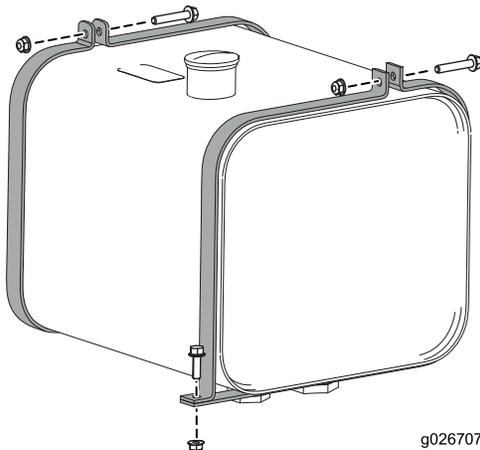

Figura 41
8. Afloje los flejes del depósito hidráulico, y retire el depósito hidráulico de la máquina (Figura 41).